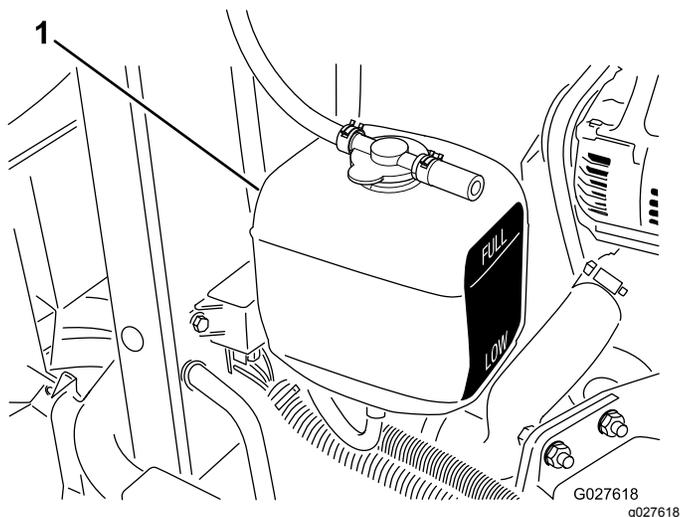

Рисунок 40
1. Проверьте уровень охлаждающей жидкости в расширительном бачке (Рисунок 40).